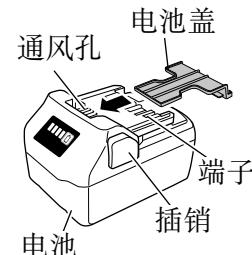

图 1
- 或者将电池装在电动工具中, 或者在牢固按入电池盖并挡住通风孔后再存放, 以防止短路 (参照图 1)。